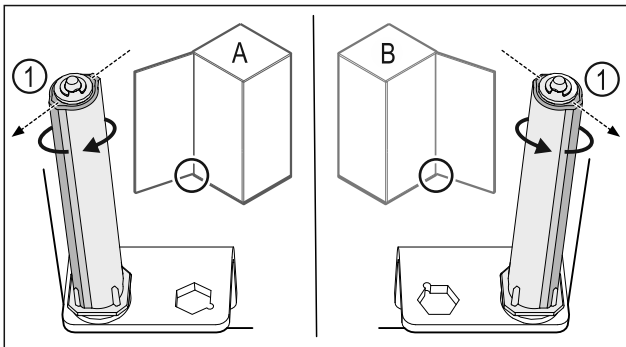

Fig. 36 Levý doraz (A) / pravý doraz (B)
- Otáčejte uzavíracím systémem proti odporu, dokud nebude lamela uzavíracího systému Fig. 36 (1) ukazovat směrem ven.